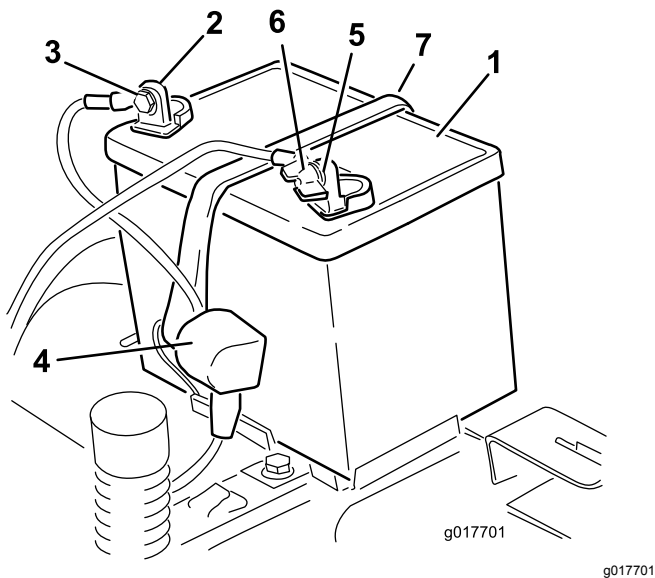

Figure 40
4. Débranchez le câble négatif (noir) de mise à la masse de la borne de la batterie (Figure 40). Conservez toutes les fixations.
5. Repoussez le capuchon en caoutchouc sur le câble positif (rouge). Débranchez le câble positif (rouge) de la borne de la batterie (Figure 40). Conservez toutes les fixations.
6. Déposez la barrette de maintien de la batterie (Figure 40) et soulevez la batterie de son support.
1. Placez la batterie dans son support (Figure 40).
5. Fixez la batterie en place à l'aide de la barrette de maintien (Figure 40).